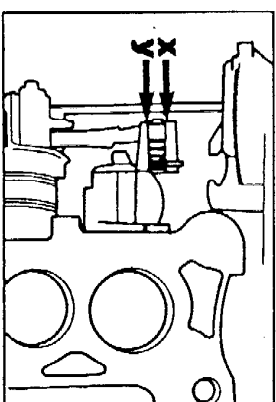

Рис. 8 Зазор запорного рычага
- Проверьте зазоры ("X" и "Y", Рис. 8) на запорном рычаге и сравните со спецификацией.